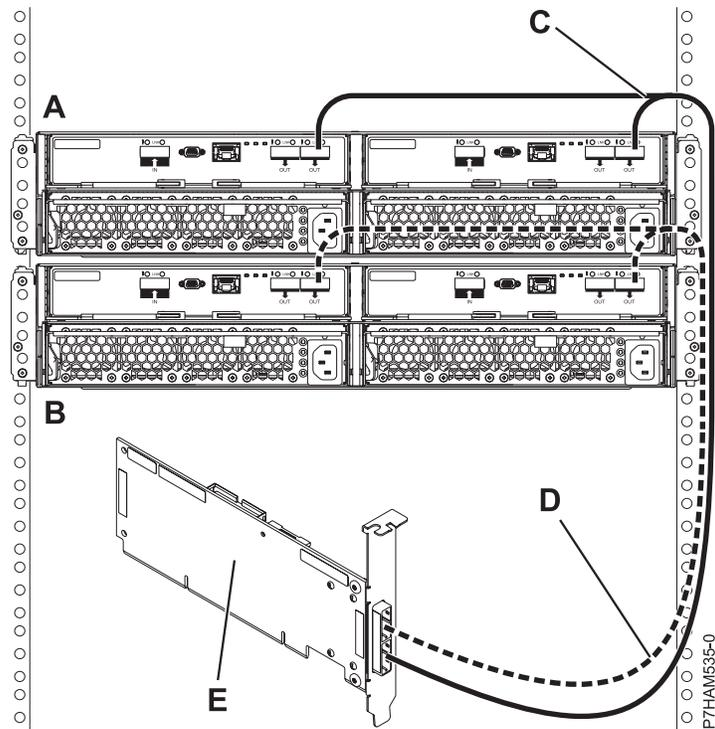

Abbildung 37. Modus 1-Anschluss von zwei Plattenlaufwerkgehäusen 5887 mit YO-Kabeln an einen einzelnen SAS-Adapter
- Schließen Sie zwei Plattenlaufwerkgehäuse 5887 im Modus 1 (**A und B**) mit YO-Kabeln (**C und D**) an einen einzelnen SAS-Adapter (**E**) an. Siehe Abb. 37 auf Seite 39.